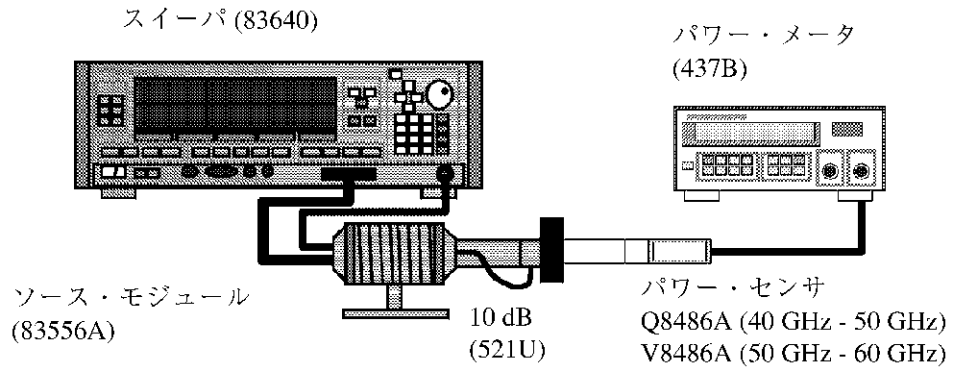

図 6-5 ソース・モジュール校正の準備
2. 図 6-5 に示したモデルを接続します。(RF パワー・センサ Q8486A を使用します。)